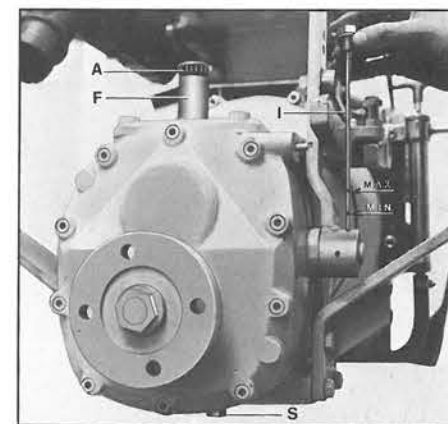
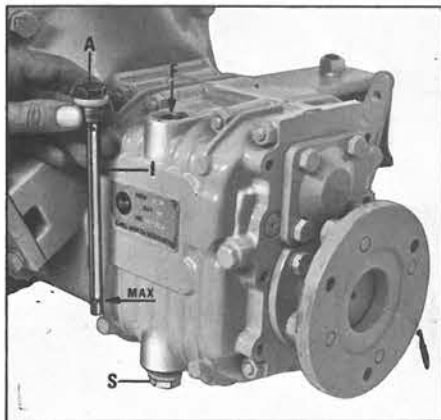

Fig. 36
Fig. 37
16.17 Sostituire l'olio negli invertitori IR 30 (fig. 36) ed HBW150 (fig. 37) procedendo come segue:
16.17 Change reverser oil from IR 30 (fig. 36) and HBW 150 (fig. 37) proceeding as follows: